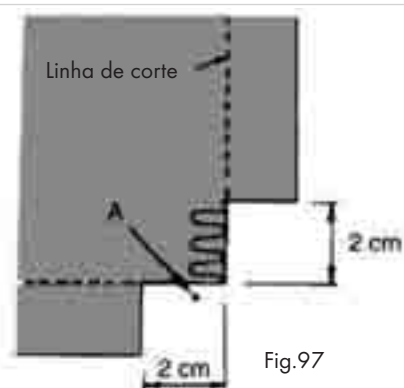

Fig.97
1. Corte aprox. 2 cm antes e depois do canto até à linha da costura (fig. 97).
2. Continue a costurar até à marcação "A" do desenho e pare (fig. 97).